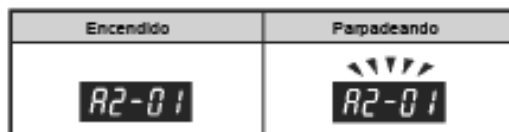

Figura 3-17 Pantalla Iluminada/Parpadeante
3.8.9 Durante el funcionamiento, la pantalla de datos se iluminará o parpadeará como se muestra en la **Figura 3-17**.